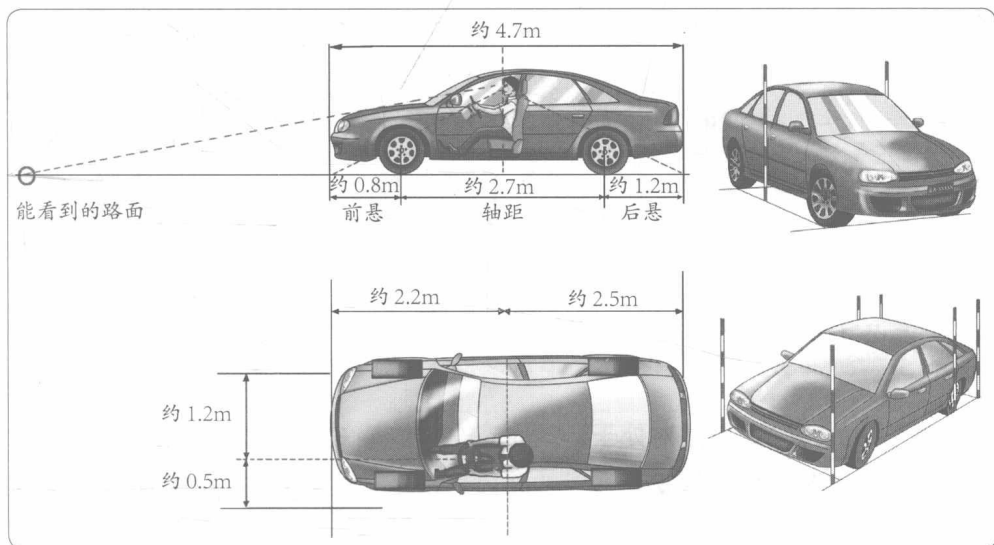

图 1-11 感觉汽车的大小
(1) 坐在驾驶座位上，感觉汽车的长度和宽度。
(2) 分别在汽车前、后及左、右树立标杆，进一步感觉汽车的大小，如图 1-11 所示。